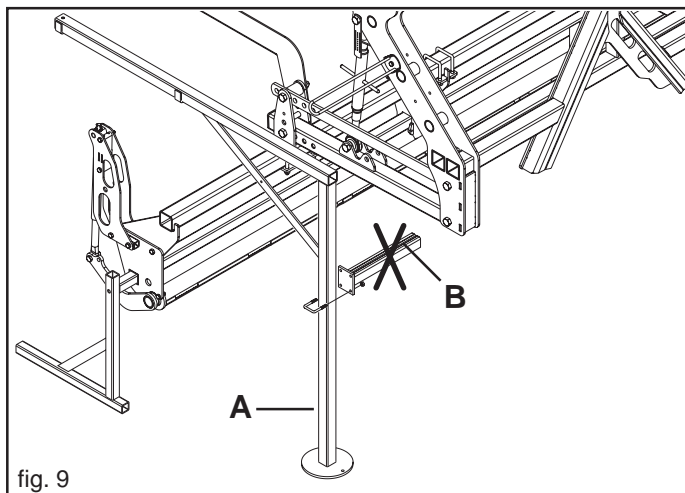

fig. 9
- sfilare i puntelli di sostegno anteriori (A Fig. 9) (destri e sinistri);
- svitare i dadi e togliere l'attacco (B Fig. 9);